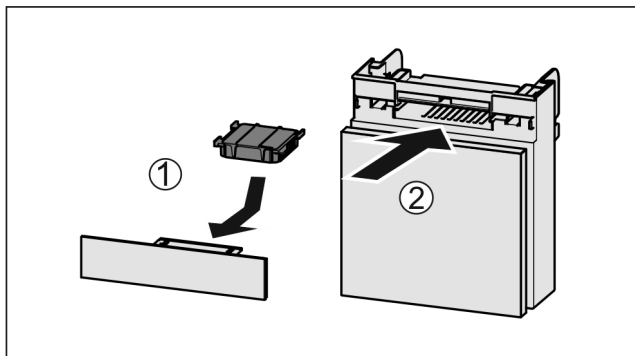

Fig. 138
- ▶ Filtr s aktivním uhlím vložte podle vyobrazení Fig. 138 (1).
- ▶ Zásuvku zasuněte Fig. 138 (2).